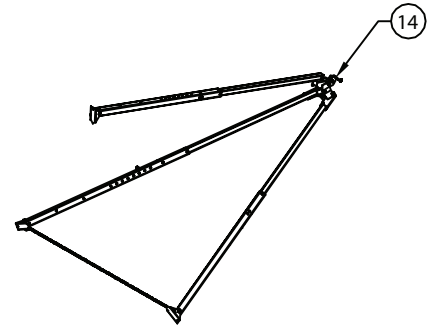

FIG. 4b
1. Apoie o tripé na sua parte lateral conforme apresentado na (Fig. 4b) com a perna que contém a roldana [14] para cima.